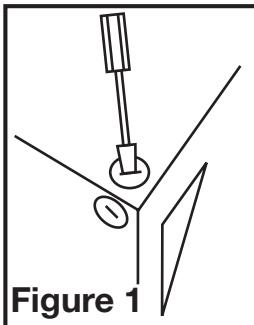

Figure 1
2. Choisir un emplacement pour votre ventilateur. Pour garantir la meilleure qualité d'air et performance acoustique, il est recommandé que la longueur de la canalisation et le nombre de coude soient réduits au minimum, que le rayon de chaque coude soit aussi grand que possible pour l'installation, et que des conduits rigides isolés soient utilisés. Ce ventilateur nécessitera au moins 20,3cm (8po) de dégagement dans le plafond ou le mur, et s'installe au travers de cloison sèche d'une épaisseur de jusqu'à 1,9cm(3/4po). Le ventilateur s'installe entre 40,6cm ou 61cm (16po ou 24po) au centre des solives à l'aide des quatre (4) traverses de montage incluses.
3. Sélectionner l'alvéole défonçable la mieux appropriée et l'enlever à l'aide d'un tournevis à lame plate (**Figure 1**).